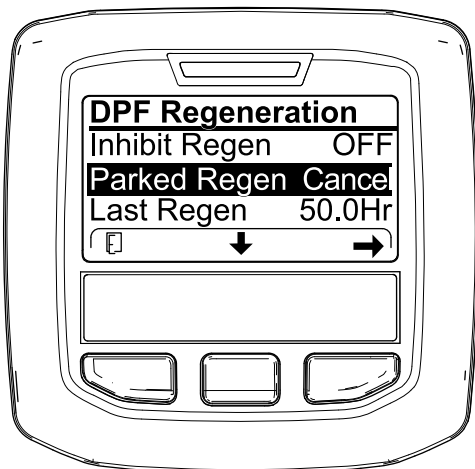
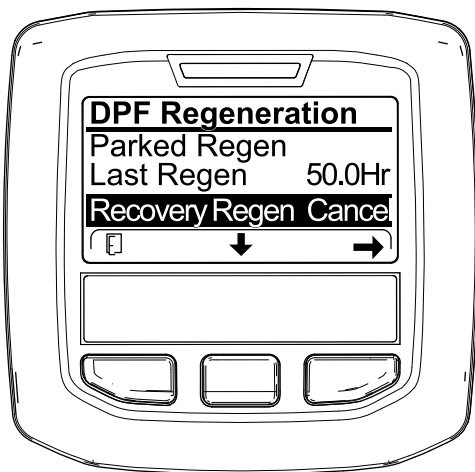

Figura 60
Figura 61
1. Aceda ao menu Regeneração do DPF (Figura 60).
2. Prima o botão central para ir até à opção CANCELAR REGENERAÇÃO EM ESTACIONAMENTO (Figura 60) ou CANCELAR REGENERAÇÃO DE RECUPERAÇÃO (Figura 61).
3. Pressione o botão direito para seleccionar a entrada Cancelar regeneração (Figura 60 ou Figura 61).